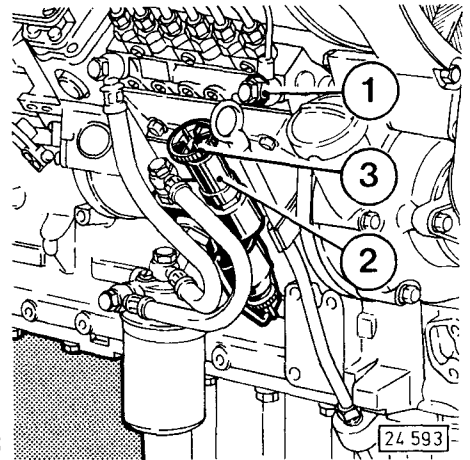

Fig. 13
- Überströmventil 1 (Fig. 13) am unteren (größeren) Sechskant 2–3 Gänge lösen.